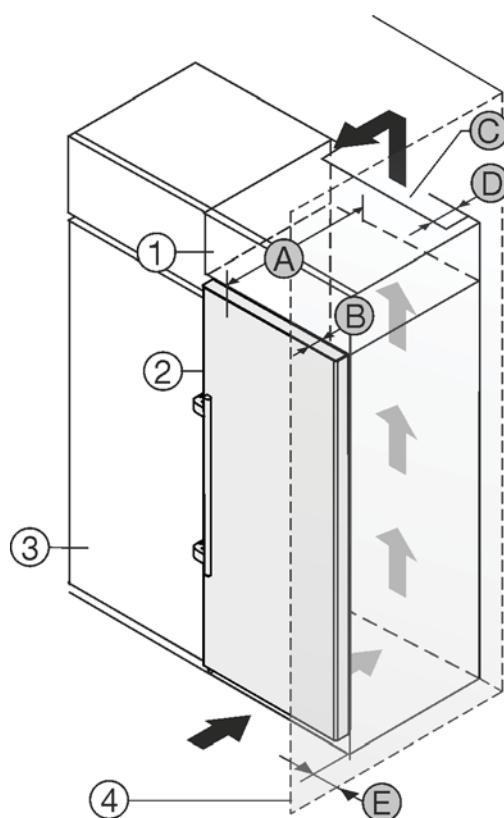

Fig. 8
冰箱可加裝餐具櫃。為了使冰箱 Fig. 8 (2)可以適應小廚房的高度，可在冰箱上安裝一個附加櫃 Fig. 8 (1)。
冰箱可直接安裝在餐具櫃 Fig. 8 (3)旁邊。為了能完全打開門，冰箱需相對餐具櫃前緣伸出深度 Fig. 8 (B)的距離。根據餐具櫃的深度以及壁面間隔件的使用情況，可將冰箱繼續往外伸出。通風規定：
- 在附加櫃的背面必須有一個深度 Fig. 8 (D)大於整個附加櫃寬度的通風道。
- 在天花板下方必須遵守通風截面 Fig. 8 (C)。
如果將帶鉸鏈的冰箱放置在牆壁 Fig. 8 (4)邊，則必須遵守冰箱和牆壁間的距離 Fig. 8 (E)。該距離等於門打開時把手的超出距離。